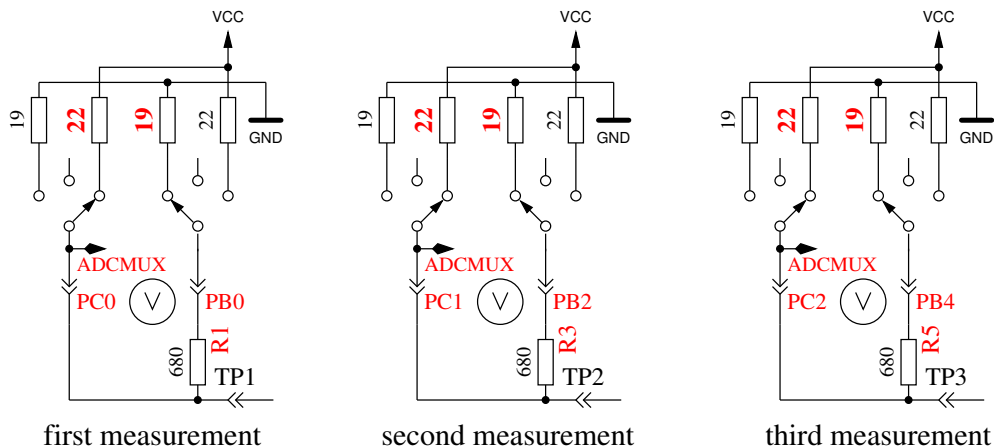

Abbildung 4.27: Messung des Innenwiderstandes des auf VCC geschalteten Port C Ausgängen.
8. **Messung des Innenwiderstandes von auf VCC geschalteten Port Ausgängen.** Der benötigte Strom wird von auf GND geschalteten 680Ω Widerständen geliefert. Der Text in der ersten LCD Zeile ist „Ri.Hi= (mV)“. In der zweiten Zeile des LCDs werden drei Spannungswerte angezeigt als Differenz zu VCC. Es ist die gleiche Messung wie die in Test 7 zur anderen Seite, wie in Abbildung 4.27 gezeigt wird. Mit folgenden Schritten können Sie den Innenwiderstand berechnen: Um den Strom zu berechnen: $(5001 - (\text{Ergebnis von Test 7}) - (\text{Ergebnis von Test 8})) / 680$. Sie können beide Widerstandswerte erhalten, indem Sie die jeweilige Spannung (Ergebnisse von Test 7 oder Test 8) durch diesen Strom dividieren.